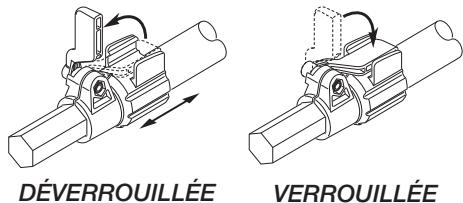

Figure 11 - Extension de la perche télescopique
1. Pour rallonger la perche, déverrouillez le levier à came, comme illustré dans la Figure 11. La perche peut alors glisser librement.
3. Pour verrouiller la tige à la longueur désirée, serrer le levier de serrage comme illustré dans la Figure 11.